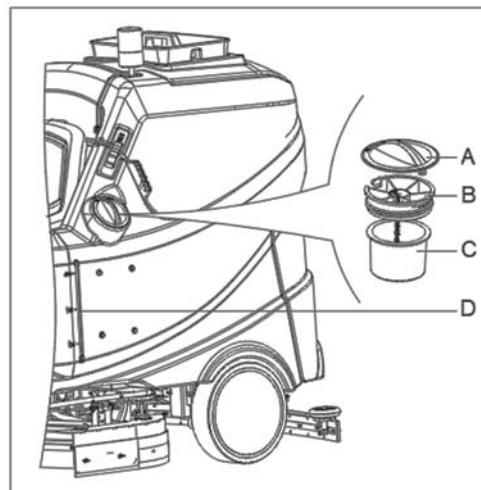

Figura 11
1. Abra la tapa de entrada del agua (A, Figura 11).
4. No llene demasiado el depósito, refiérase al indicador del nivel de agua (D) en cuanto al volumen del agua.